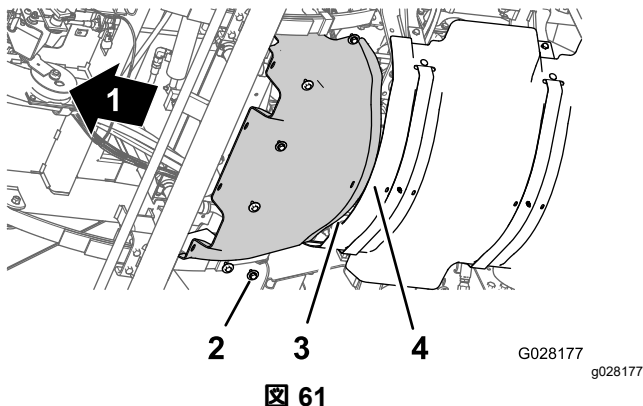

図 61
1. 前側防熱シールドの後部フランジを後防熱シールドの前側フランジに合わせる 図 61。
2. 前側防熱シールドの穴を、シャーシのねじ穴に合わせる 図 61。
3. 前側防熱シールドを機体に固定するソケットボルト6本とワッシャ6枚 図 61 ステップ 前側防熱シールドを取り外す (ページ 49), 3で外したものを使用する。